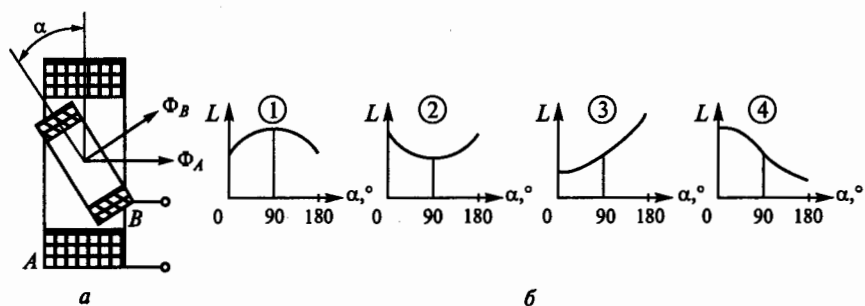

Рис. 62
**2.38.** Вариометр на рис. 62, а состоит из двух последовательно соединенных катушек: неподвижной А и подвижной В, индуктивности которых одинаковы, т.е.  $L_A = L_B$ . Какой из четырех графиков на рис. 62, б правильно отражает зависимость общей индуктивности вариометра от угла поворота  $\alpha$ ?